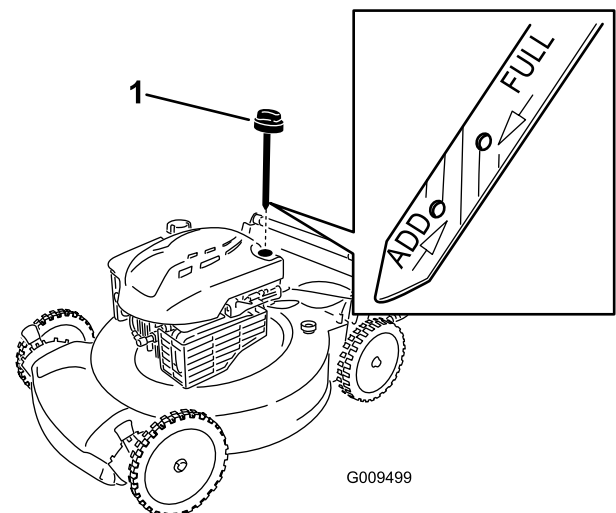

Figura 9
1. Retire la varilla, límpiela, y vuelva a colocarla (Figura 9).
2. Retire la varilla y compruebe el nivel de aceite (Figura 9). Si el nivel de aceite está por debajo de la marca **Add** de la varilla, vierta **lentamente** aceite en el tubo de llenado hasta que el nivel llegue a la marca **Full** de la varilla. Después de añadir aceite, espere 3 minutos antes de comprobar el nivel de aceite con la varilla. **No llene demasiado.** (Capacidad